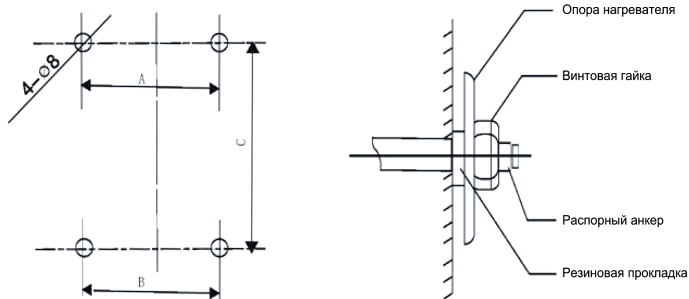

Рис. 5
- Произведите разметку отверстий на стене как показано на рис. 5. Затем просверлите 4 отверстия  $\varnothing$  8 мм. забейте в них по одному распорному анкеру  $\varnothing$  6 мм (размеры следует подбирать в соответствии с таблицей монтажных размеров).